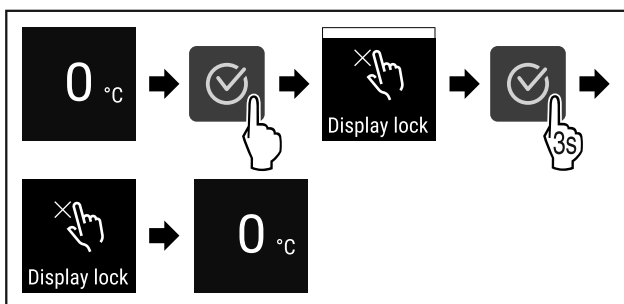

Fig. 77
- ▶ Izvedite zahtevane korake (glejte Fig. 77) .